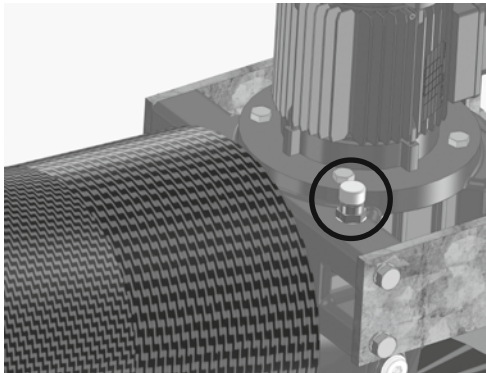
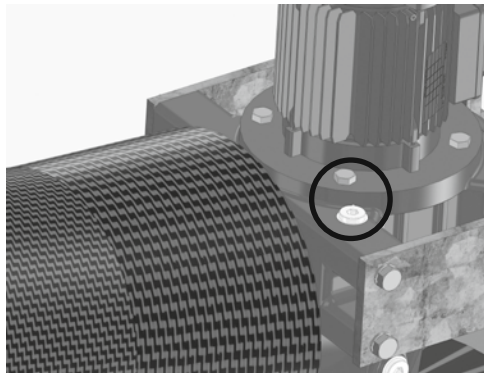

Bild 4: Rätt!
Bild 5: Fel!
- **Avluftningsskruvar för drevet medföljer och måste monteras före första användning!** (se bild 4) • 2 M10-skruvar bredvid den vertikala borsten för att fixering av vagnen (under transport), måste tas bort före idrifttagning, men först efter monteringen. Förvara skruvarna för senare underhållsarbete eller transport!
Efter upphängningen och före den första aktiveringen ska den redan monterade låsskruven (bild 5) på drevet bytas ut mot den medföljande avluftningskruven (bild 4). Om detta inte görs kan drevet förstöras!!